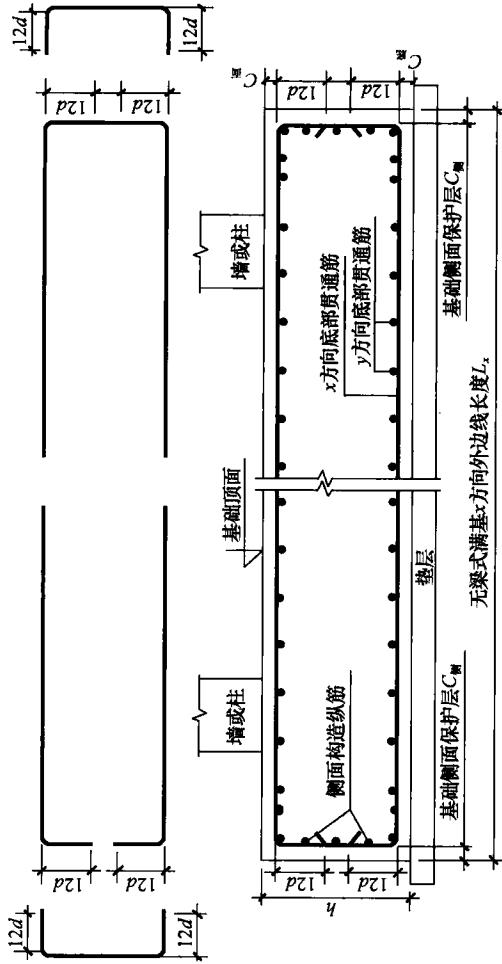

图 1.1.5 U 形封边构造底筋 x 方向长度计算图
② U 形封边构造，如图 1.1.5 所示。
根据图 1.1.5，可以推导出平板式筏基 U 形封边构造底筋 x 方向长度计算公式，见表 1.1.2。